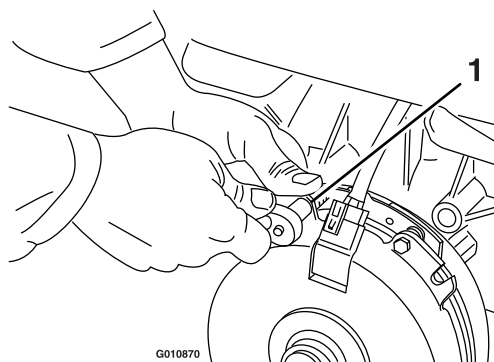

Figura 78
- A. Desaperte ambos os parafusos de montagem do travão meia a uma volta, como se mostra na Figura 78.